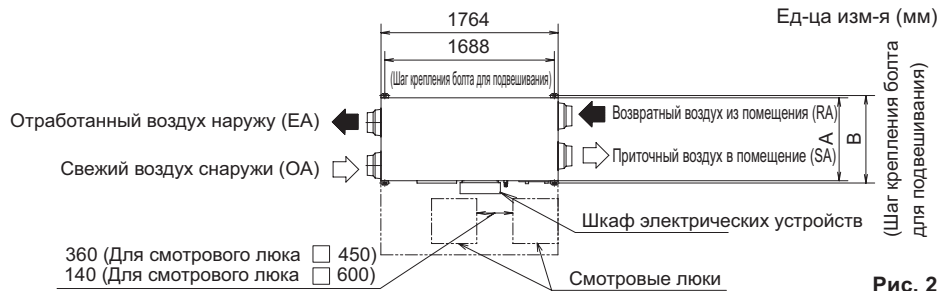

Рис. 2
- 1. Проверить взаимное расположение между блоком и болтами для подвешивания. (См. Рис. 2)**